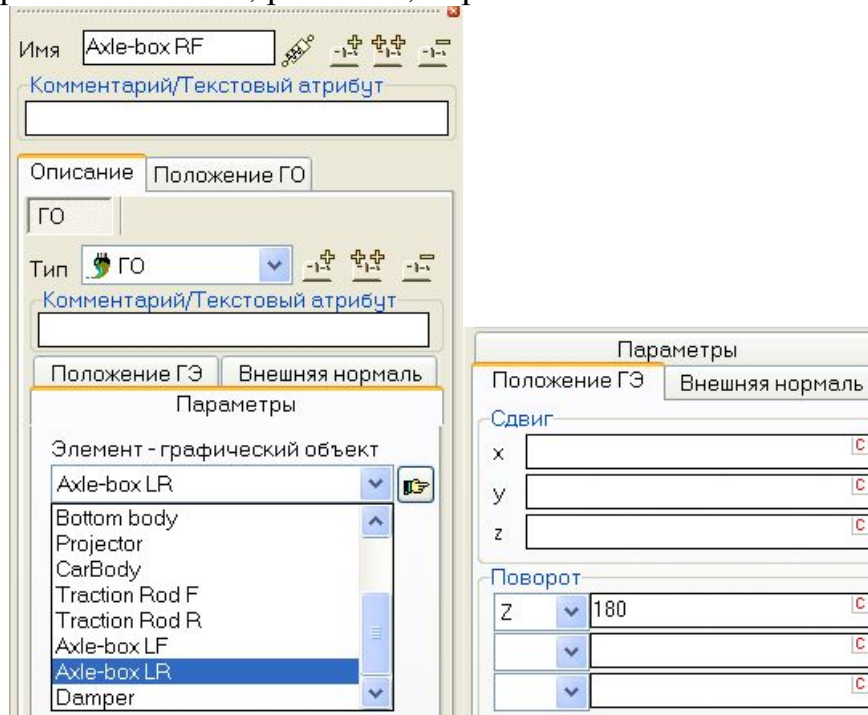

Рис. 2.13. Создание образа правой передней буксы путем поворота ГО левой задней буксы
- Выберите тип ГЭ: «GO», то есть ссылка на один из уже существующих ГО. Из выпадающего списка выберите «Axle-box LR», рис. 2.13, слева
- На вкладке Положение ГЭ разверните образ на 180 градусов вокруг вертикальной оси, рис. 2.13, справа.